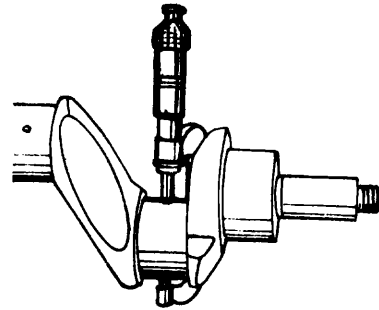

Fig. 2
- c Determine el desgaste de los muñones, midiendo con un micrómetro la conicidad y ovalamiento, según especificaciones (fig. 2).